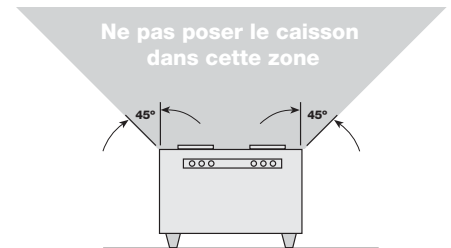

Figure 7 — Emplacement de pose à 45°
- Ces caissons ne sont pas conseillés pour les applications d'aspiration de vapeurs de cuisson. Ils sont conçus essentiellement pour l'aspiration d'air propre à basse température. La Figure 7 indique la distance minimale de placement de ces caissons par rapport à l'équipement de cuisson.
- Pour obtenir des résultats optimum, choisir l'emplacement de manière à limiter au maximum la longueur du conduit et le nombre de coudes. Ne pas poser la grille d'aspiration à proximité d'équipement de cuisson (Figure 7).